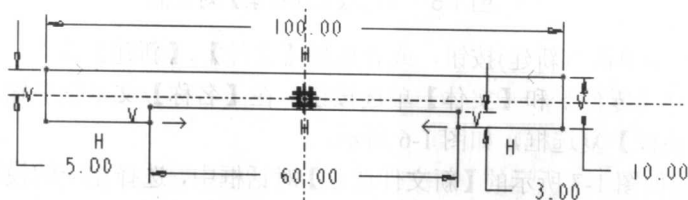

图 1-9 草绘二维图形
(3) 使用草绘工具绘制如图 1-9 所示的二维草图, 在工具栏中单击 按钮, 完成草图的绘制工作。